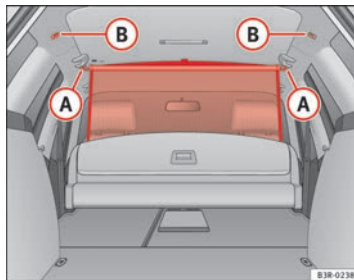

Fig. 120 Argollas para la red de separación
- Coloque la barra transversal en las argollas de alojamiento (B) ⇒ fig. 120.
- Coloque la barra transversal en las argollas de alojamiento **(A)** ⇒ fig. 120.